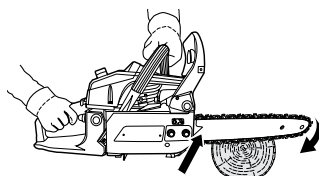

Fig. 22
- > Commencez à scier en plaçant la tronçonneuse contre la bûche. Si nécessaire, enfoncez les griffes de maintien [20] dans la bûche. Utilisez les griffes de maintien pour faire rouler la chaîne contre la bûche (Fig. 22).